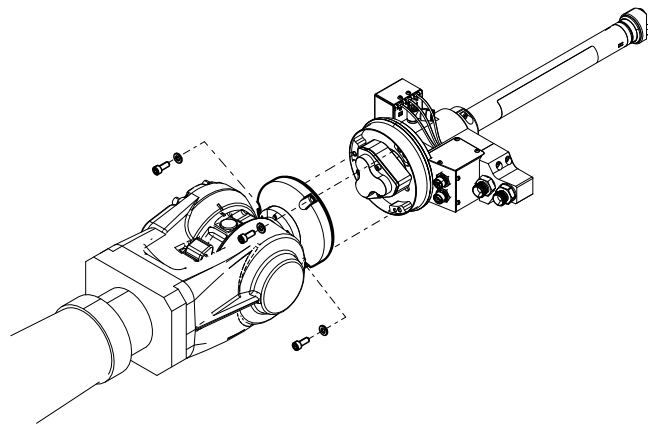

FIG. 8
5. Quite los tornillos que sujetan el alojamiento de pieza giratoria (619) al soporte antirrotación.
6. Afloje los tres tornillos que sujetan la pistola Switch 3D a la brida de montaje del robot. Consulte la FIG. 8.